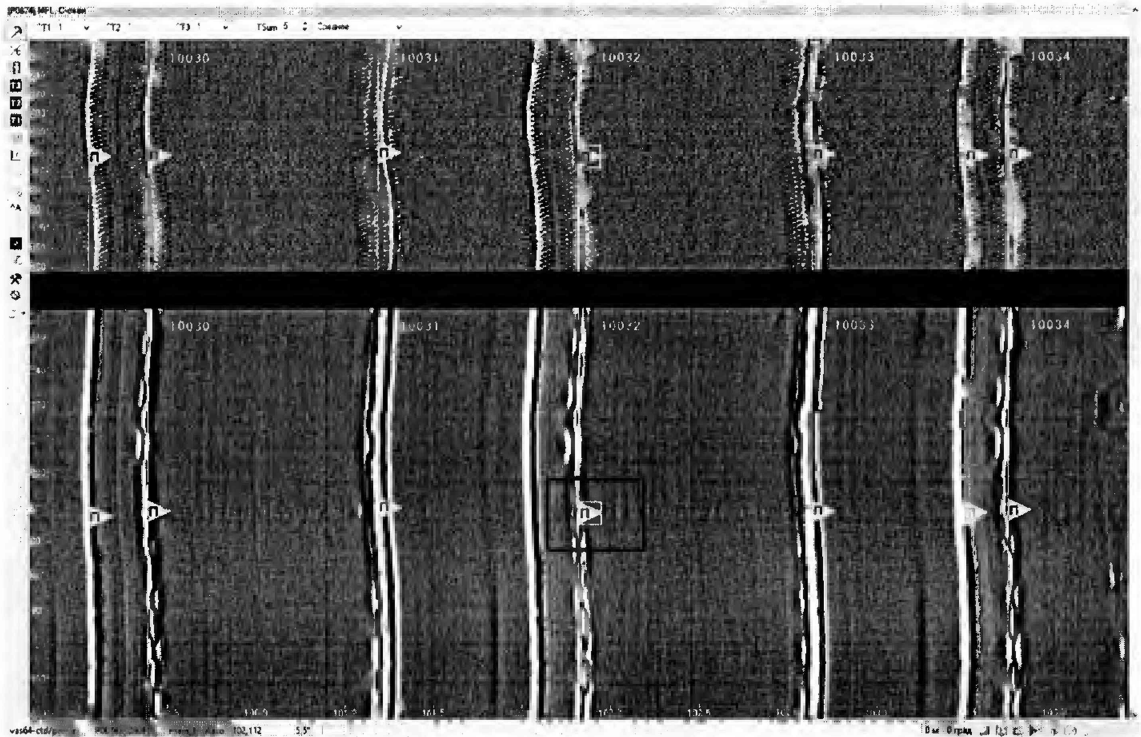

Рисунок 8 – Редактор шва
8.3.15 После расчета зайти в редактор шва двойным нажатием на маркер шва (Рисунок 8).